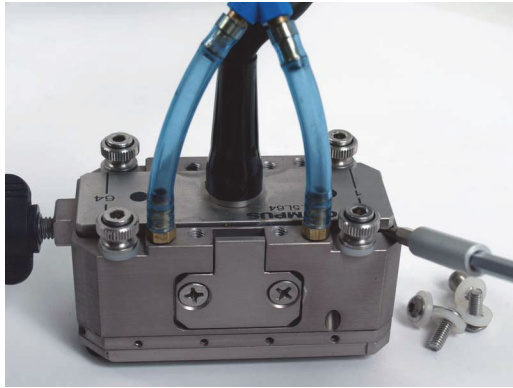
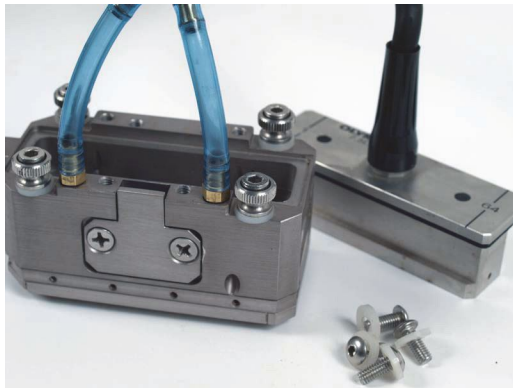

图 3-2 提起探头
图 3-3 取出的探头
2. 使用一字螺丝刀提起探头（参见第 42 页的图 3-2 和第 42 页的图 3-3）。